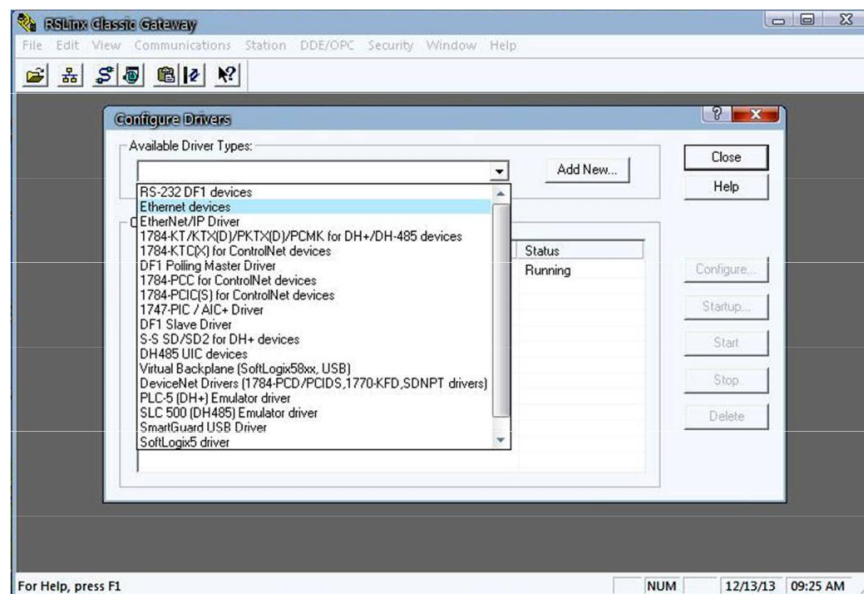

Figura 13. Creación del driver de comunicación entre PLC y PC
- b. Luego se debe seleccionar el driver *Ethernet devices* y dar clic en *Add New*, véase figura 13.